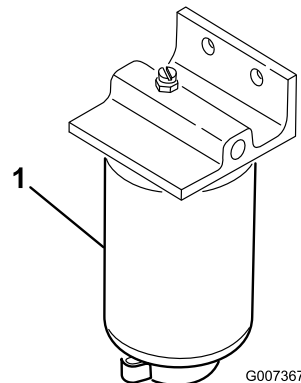

Figure 56
1. Placez un bac de vidange propre sous le filtre à carburant (Figure 56).